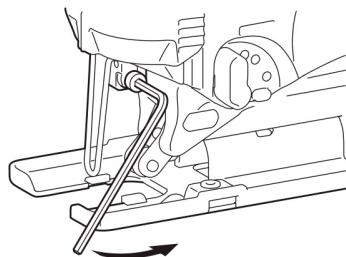

Рис. 2
- Чтобы установить пильное полотно, отвинтите против часовой стрелки винт на держателе с помощью шестигранного ключа (рисунок 2).